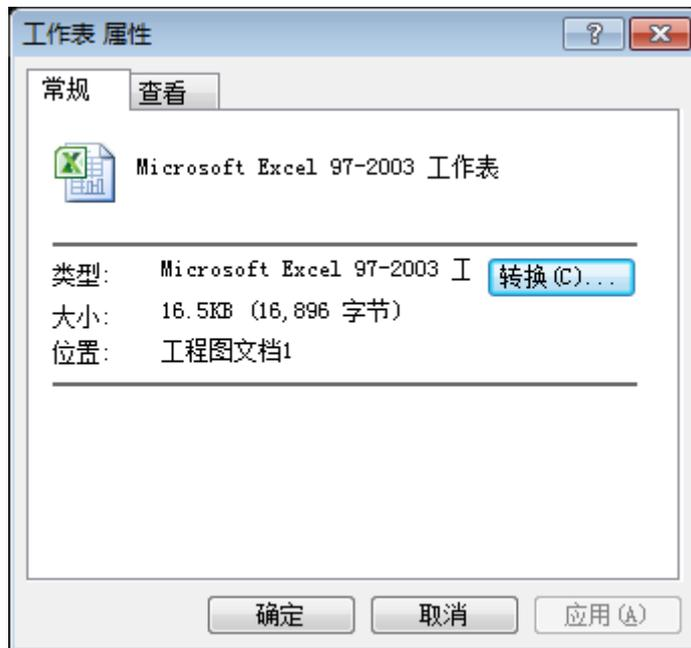

图 2-99 对象属性对话框
- 1) 首先选中对象，比如选择一个 BMP 位图对象，然后在【编辑】主菜单中选择【位图对象对象】的【属性】选项，弹出如图 2-99 所示的对话框。
- 4) 若用户选择【查看】标签，则对话框发生改变，如图 2-99 所示。